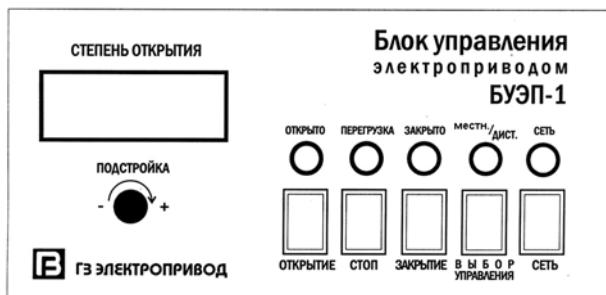

Рис. 2 Лицевая панель блока БУЭП
4. Необходимо надежное защитное заземление клеммы \perp (рис. 2)